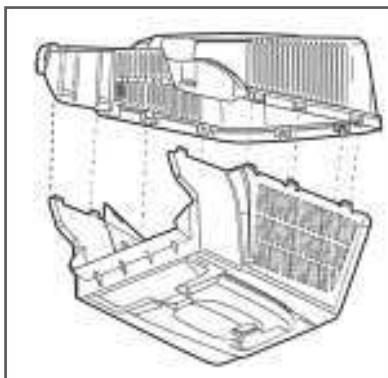

Рис. 4 Сборка травосборника
- Собрать и установить травосборник. Для этого необходимо взять нижнюю и верхнюю часть травосборника и соединить их при помощи специальных защелок (Рис. 4). Далее поднять заднюю крышку 1 деки газонокосилки и